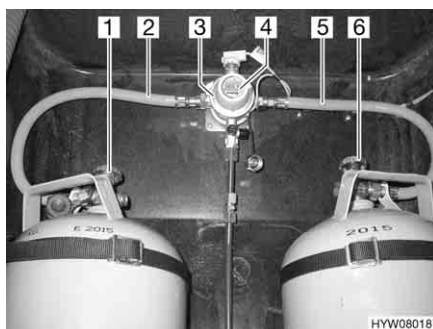
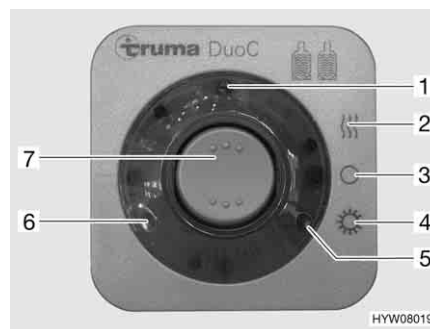

Fig. 58 Impianto di commutazione DuoControl
Fig. 59 Centralina di controllo
L'impianto di commutazione DuoControl è costituito da una valvola di commutazione (Fig. 58,3) e da una centralina di controllo (Fig. 59). La valvola di commutazione è installata tra i tubi del gas (Fig. 58,2 e 5). Con la manopola (Fig. 58,4) sulla valvola di commutazione è possibile stabilire, quale delle bombole del gas viene utilizzata come bombola in uso e quale bombola del gas viene utilizzata come bombola di riserva.
Sulla centralina di controllo (Fig. 59) possono venire azionate solo le funzioni elettriche. Le valvole principali di arresto delle bombole del gas (Fig. 58,1 e 6) devono essere aperti manualmente.
La valvola di commutazione garantisce una pressione del gas costante, indipendentemente da quale bombola provenga l'alimentazione del gas. Le due spie di controllo sulla centralina di controllo indicano il livello di riempimento della bombola in uso. Se è accesa la spia di controllo verde (Fig. 59,6), la bombola in uso è piena. Se è accesa la spia di controllo rossa (Fig. 59,5), la bombola in uso è vuota. Il rifornimento di gas avviene poi tramite la bombola di riserva.
- Aprire le valvole principali di arresto delle bombole del gas (Fig. 58,1 e 6).
- Con la manopola (Fig. 58,4) sulla valvola di commutazione (Fig. 58,3) selezionare la bombola del gas, da cui proviene la principale alimentazione del gas (bombola in uso).
- Sulla centralina di controllo (Fig. 59) attivare l'impianto di commutazione DuoControl.
Posizionare l'interruttore a bilico (Fig. 59,7) su funzionamento invernale "On e riscaldamento" (Fig. 59,2) oppure su funzionamento estivo "On" (Fig. 59,4). La valvola di commutazione è ora disareata. La spia di controllo gialla (Fig. 59,1) è accesa, se si seleziona la modalità di funzionamento invernale e l'impianto antighiaccio con regolatore è attivato.
- Portare l'interruttore a bilico (Fig. 59,7) in posizione "O" (Fig. 59,3). La spia gialla di controllo (Fig. 59,1) si spegne.
- Chiudere le valvole principali di arresto delle bombole del gas (Fig. 58,1 e 6).
Le spie di controllo sulla centralina di controllo (Fig. 59,5 e 6) segnalano all'interno del veicolo, se la bombola in uso è pronta al funzionamento.
Se la spia di controllo verde (Fig. 59,6) si spegne durante il funzionamento e la spia di controllo rossa (Fig. 59,5) si accende, significa che la bombola del gas selezionata come bombola in uso è vuota e deve essere sostituita. La bombola di riserva continua ad alimentare le utenze a gas.